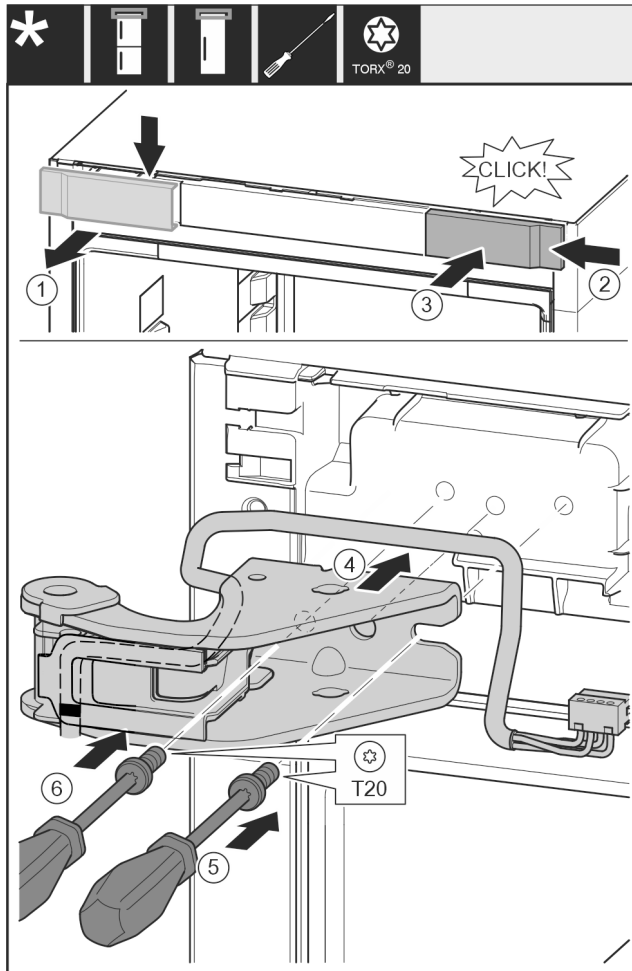

Fig. 32
- ▶ Hiqni kapakun mbulues nga lart duke e tërhequr përpara. Fig. 32 (1)
- ▶ Futni kapakun të rrotulluar me 180°, në anën tjetër nga e djathta. Fig. 32 (2)
- ▶ Mbërtheni në vend kapakun mbulues. Fig. 32 (3)
- ▶ Vendosni bazamentin mbështetës të sipërm. Fig. 32 (4)
- ▶ Vendosi vidën me një kaçavidë T20 dhe shtrëngojeni fort. Fig. 32 (5)
- ▶ Futni në vend vidën me një kaçavidë T20 dhe shtrëngojeni fort. Fig. 32 (6)